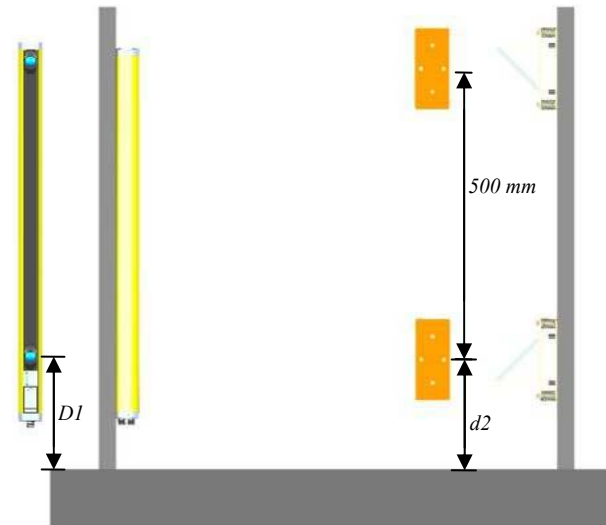

Abb. 13
- Die Gegenplatte an einen Halter befestigen und sich darüber vergewissern, dass sie stabil sitzt. Die Platte muss unter Einhaltung des folgenden Kriteriums (Abb. 13) befestigt werden: